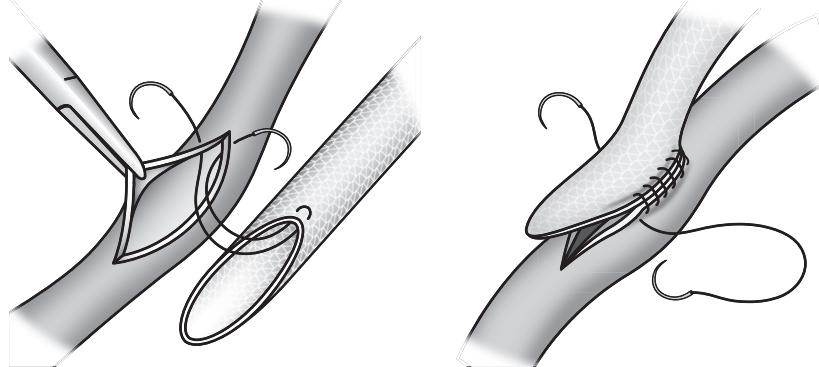

Fig. 5
2. Monofilamentär polypropylen rekommenderas som suturmateriel. Under suturering, evertera protesens kanter och se till att hela väggens tjocklek och en nätmaska tas med varje stygn. Fig. 5. Användning av icke-skärande nålar under suturering rekommenderas.